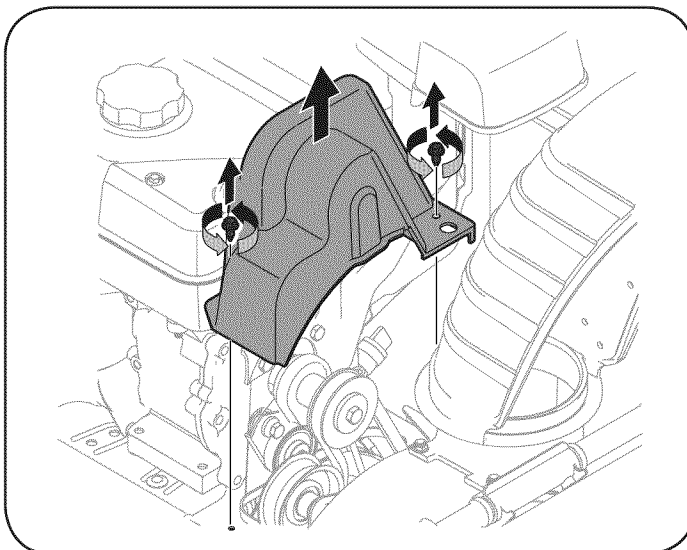

Figura 22
2. Saque la cubierta plástica de la correa ubicada en el frente del motor. Para ello saque los dos tornillos autorroscantes. Vea la Figura 22.